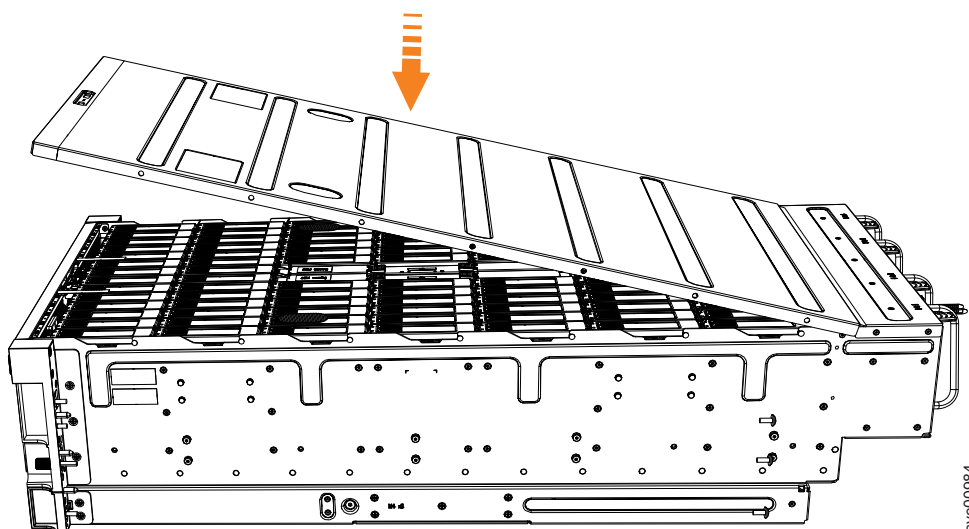

図 49. 2077-92F 上部カバーの位置合わせ
1. 図 49 に示すように、カバーを慎重に下げて、エンクロージャーの背面に正しく位置合わせされていることを確認します。